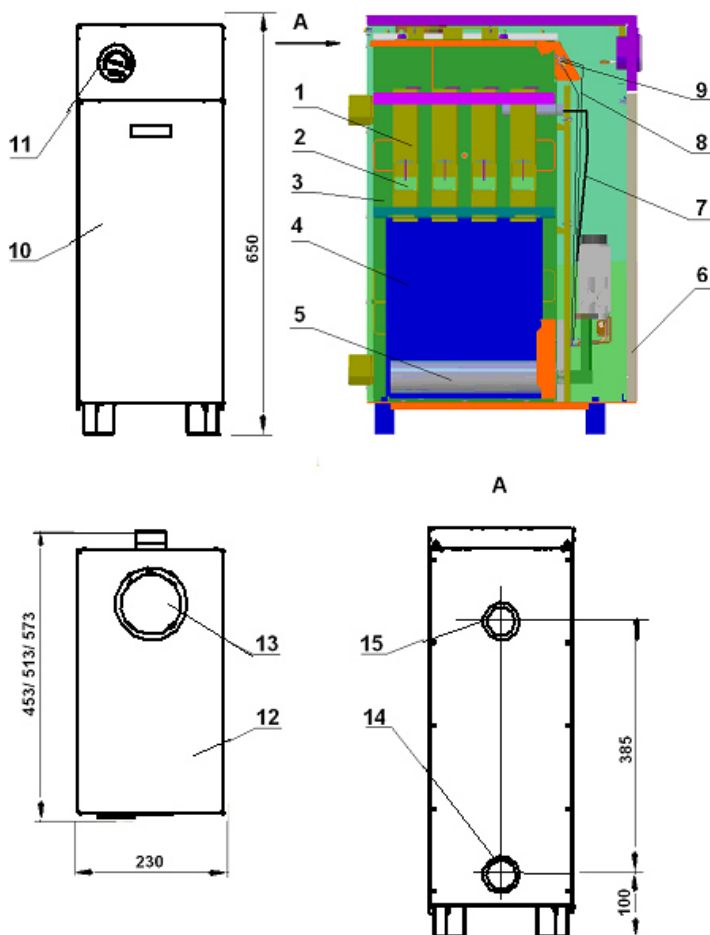

Рис.1 Котлы КС-Г-7S-Э/10S-Э/12S-Э/7T-Э/10T-Э/12T-Э
5.2.2 Котлы КС-Г ... (рис.1, 2, 3) состоят из прямоугольной топки 4 с дымогарными трубами 1. Вокруг дымогарных труб 1 имеется водяная рубашка 3. Через дымогарные трубы 1 дымовые газы, выходящие из топки 4, направляются к дымоходу 13. В дымогарных трубах 1 расположены турбулизаторы 2, увеличивающие отбор тепла и КПД котла.
Остальное см. рис. 1
Автоматика безопасности: датчик тяги 9 рис.1 (на дымоходе котла) и термопара 4 предназначены для прекращения подачи газа к основной и к пилотной (запальной) горелке 2 при отсутствии тяги в дымоходе, прекращении подачи газа или погасании пилотной (запальной) горелки.